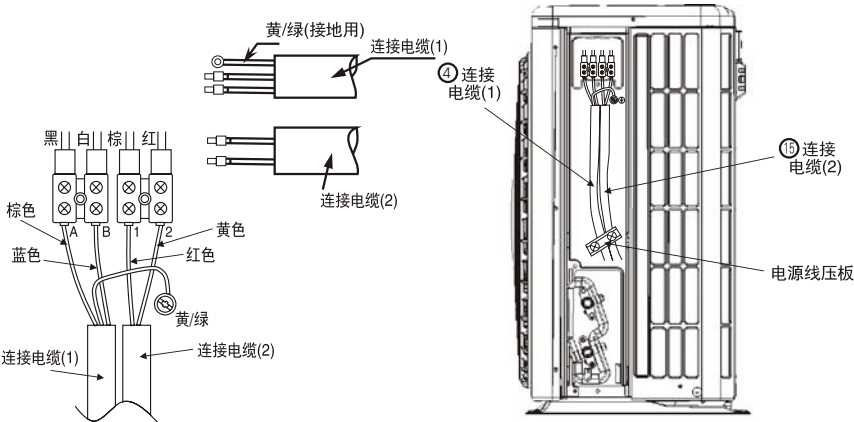

图14
- (1) 把连接电缆按电气接线图所示正确地牢固连接。(紧固力为 $0.8 \sim 1.5\text{N} \cdot \text{m}$)
- (2) 用电源线压板将连接电缆压住后，用螺钉紧固，按图14安装。